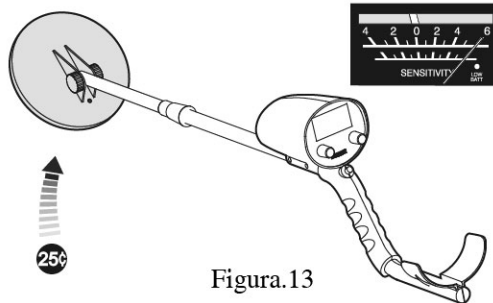

Figura.13
- Avvicinare la moneta d'argento alla sonda di ricerca lentamente, il puntatore di misurazione devia verso destra e il suono diventa forte. (Figura.13)